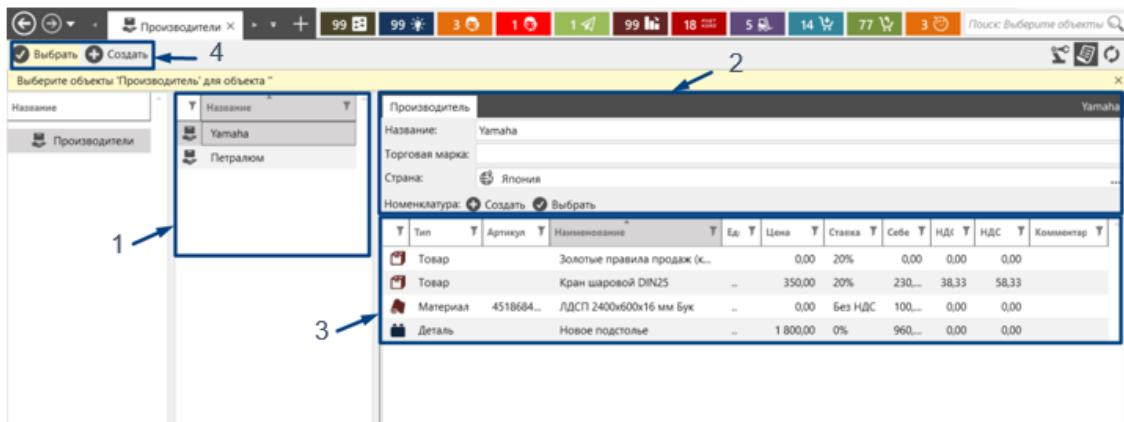

Рис. 12
- откроется окно Компонента «Производители» (Рис. 12).